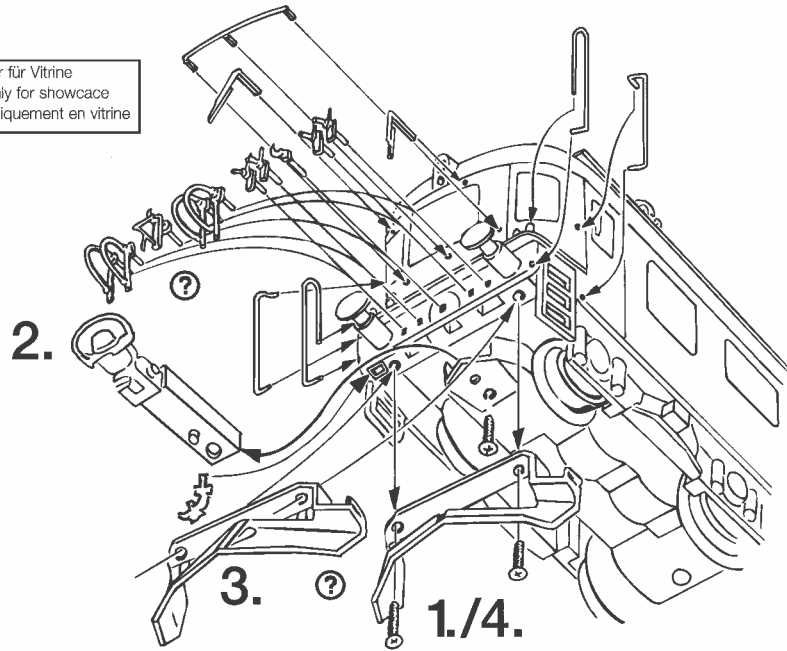
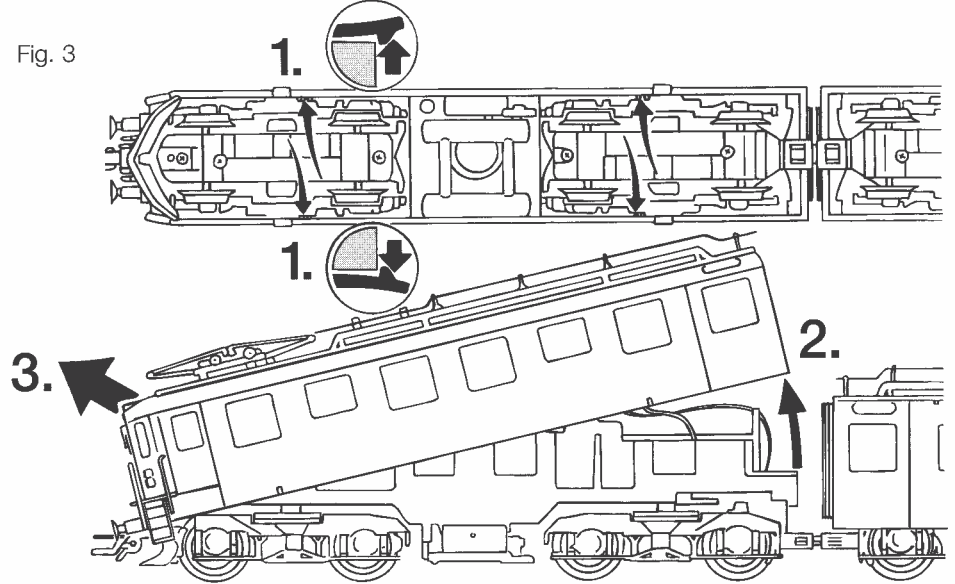
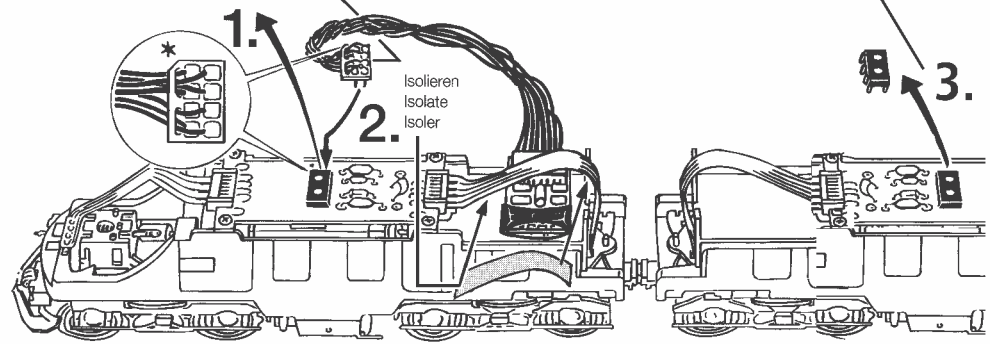

Fig. 3
Fig. 5
Fig. 4
Mehrzugbetrieb: Zuerst Lokgehäuse abnehmen (Fig. 3). Danach den Brückenstecker aus der Schnittstelle entfernen (diesen sorgsam aufbewahren). Danach den Stecker des Steuerbausteins lagerichtig einsetzen (siehe Fig. 5).
2. Schmierung: Versehen Sie die im Schmierplan in Fig. 9 gekennzeichneten Stellen mit nur **kleinen Öltropfen**. Dazu zuerst das Lokgehäuse abnehmen (Fig. 3). Wir empfehlen den ROCO **Öler Art.-Nr. 10906**. Fürs Schmieren der Getriebeteile (Zahnräder, Schnecke) empfehlen wir das **ROCO-Spezialfett Art.-Nr. 10905**. Im Falle der Schmierung diese Teile **nicht ölen**.
3. Lämpchenwechsel: Zuerst das Lokgehäuse abnehmen (Fig. 3). Danach können Sie die Lämpchen wechseln (Fig. 4).
5. Kohlebürstenwechsel: Lokgehäuse abnehmen (Fig. 3). Danach wird der Motor ausgebaut und die Kohlebürsten ausgewechselt (Fig. 10).
Finally put the plug of the chip into the interface as shown in fig. 5.
2. Lubrication: Apply **tiny oil drops** to spots marked in fig. 9. Prior to lubrication dismantle locomotive (fig. 3). We recommend using item no. **10906, ROCO oiler**. For lubrication the gearparts (e.g. cogwheels, worm) we would recommend our ROCO **special grease** (item no. **10905**).
3. Change of lights: First remove the loco body (fig.3) and then **change lights** (fig.4).
5. Carbon Brush Changing: First remove loco body (fig. 3), and then the motor (fig. 10).
Enlevez la fiche de shuntage de l'interface (à conserver!) et enfichez finalement la fiche du module de télécommande aux prises de l'interface. Veuillez à la position correcte de la fiche (voir fig. 5).
2. Graissage: N'appliquez **qu'une tout petite goutte** aux endroits indiqués par le plan de graissage (fig. 9) après avoir démonté la caisse de la locomotive (fig. 3). Nous vous recommandons **le graisseur à huile ROCO réf. 10906**. Pour graisser les engrenages (roues dentées, vis sans fin) nous vous conseillons la **graisse spéciale ROCO réf. 10905** pour engrenages en matières synthétiques. Lorsque vous utilisez cette graisse il faut éviter d'huiler ces composants.
3. Remplacement des ampoules: Veuillez démonter d'abord la caisse de votre locomotive (fig.3) puis vous pouvez **échanger les ampoules** (voir fig.4).
5. Remplacement des balais du moteur: Démontez la caisse (voir fig. 3). Démontez ensuite le moteur et échangez le balais (fig. 10).